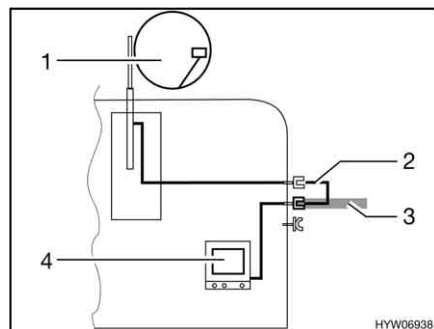

Bild 98 TV i fordonet
- TV i fordonet (Bild 98,4): Anslutning till takantenn (Bild 98,1) med anslutningskabel (Bild 98,2)
- TV i fordonet (Bild 98,4): Anslutning till extern antenn (Bild 98,3)